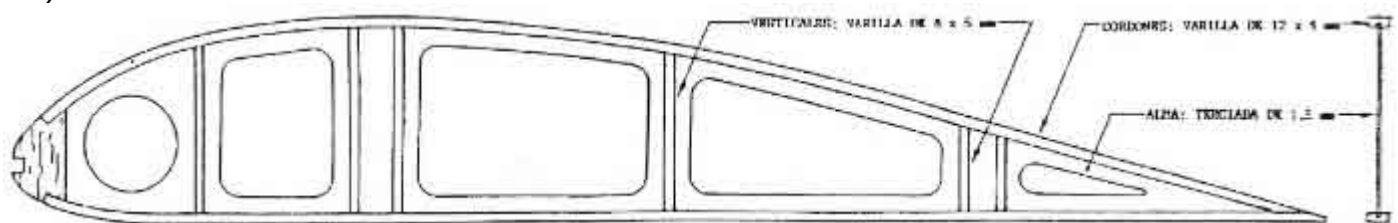

Fig 44
3.2) Costillas combinas o mixtas: En este caso estas costillas son una "combinación" entre las costillas de terciada y las costillas armadas, y su sección es similar al de un pequeño larguero con alma de terciada (vea Fig 44).